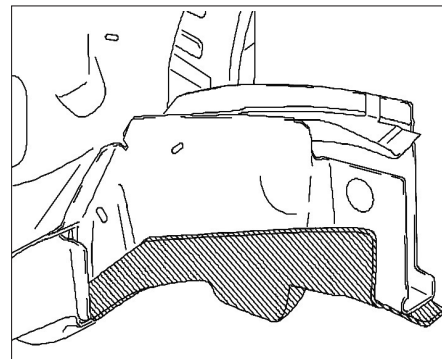

FIG. 23
- la partie inférieure arrière du longeron (fig. 23).